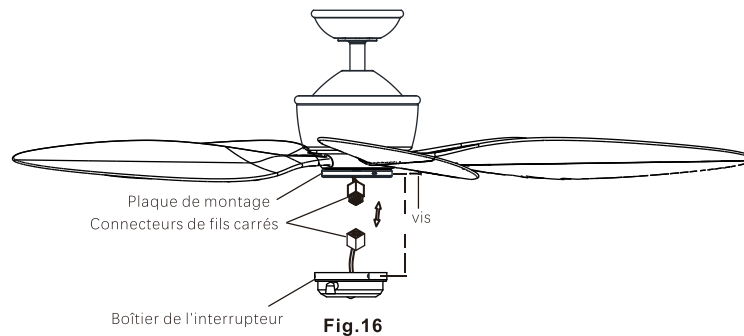

Fig.16
Étape 1. Tout en maintenant le boîtier de l'interrupteur sous votre ventilateur de plafond, poussez les connecteurs de fils carrés l'un vers l'autre. L'un provient du ventilateur et l'autre du boîtier de l'interrupteur. (Fig.16)
Étape 2. Poussez avec précaution tous les fils dans le boîtier de l'interrupteur. Fixer le boîtier de l'interrupteur à la plaque de montage à l'aide des vis fournies. Veillez à ce que chaque vis soit bien serrée. (Fig.16)